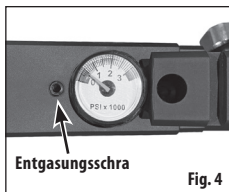

Fig. 4
2. Die Entgasungsschraube befindet sich an der Unterseite des Gewehrs neben der Regleranzeige (Abb. 4).